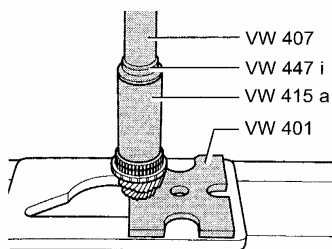

图 12-80 压入 3、4 挡同步器体
- (11) 压入第 3 和第 4 挡同步器体时应使用专用工具并按图 12-80 所示操作。